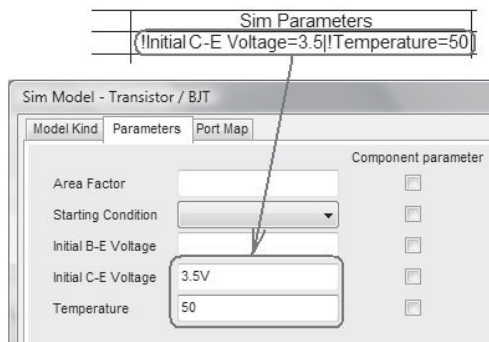

Рис. 2.53. Назначение параметров SPICE-модели в базе данных
- ❑ **Sim Parameters** — поле, которое должно быть создано в случае, если есть необходимость присваивать значения параметрам модели компонента, используемым задачей моделирования, — таким, как начальные условия, температура и т. п. Параметры записываются в поле базы данных в формате: `ParameterName=Value`. При размещении компонента на листе схемного документа параметры модели отображаются на вкладке **Parameters** диалогового окна **Sim Model** (рис. 2.53).